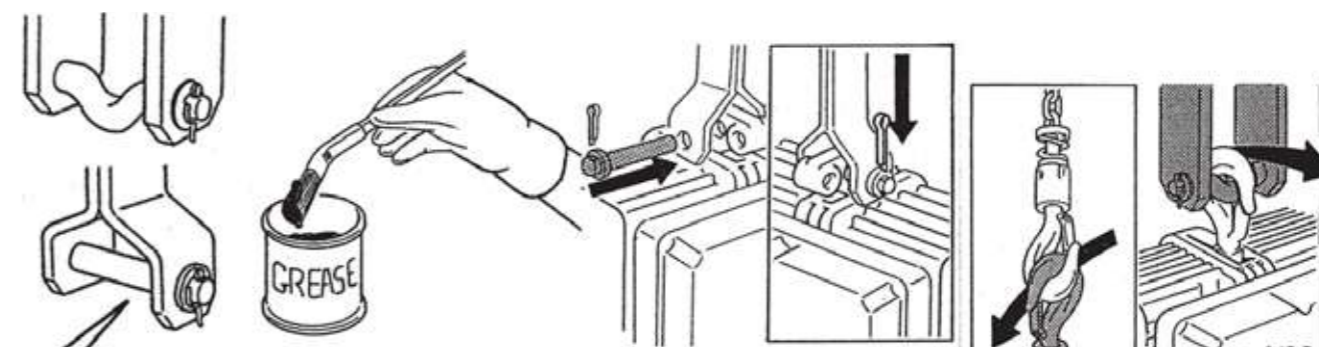

fig.19
1. Predisporre il punto di fissaggio ed ingrassare il punto di contatto con la staffa golfare o il gancio nel caso di paranco con sospensione a gancio. (fig.19)
2. Agganciare al sistema di aggancio previsto il paranco sul foro centrale della staffa golfare o al gancio (per paranco con sospensione a gancio) per consentire la basculazione. (fig.19)